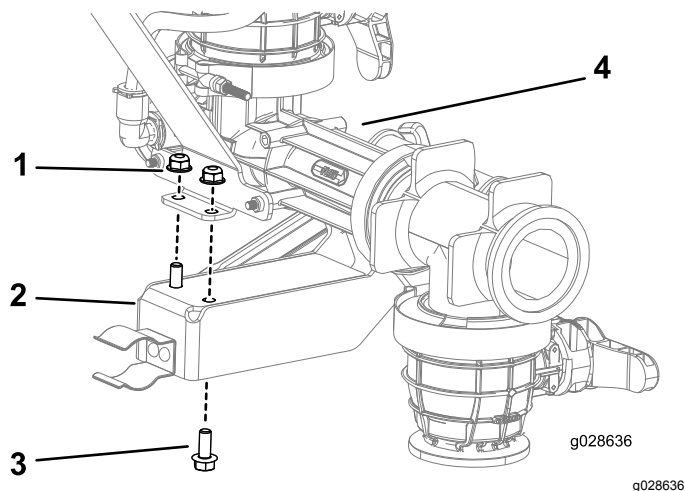

Figura 11
1. Sujete la manija al eyector usando 2 pernos de arandela prensada y 2 tuercas con bridas (Figura 11).